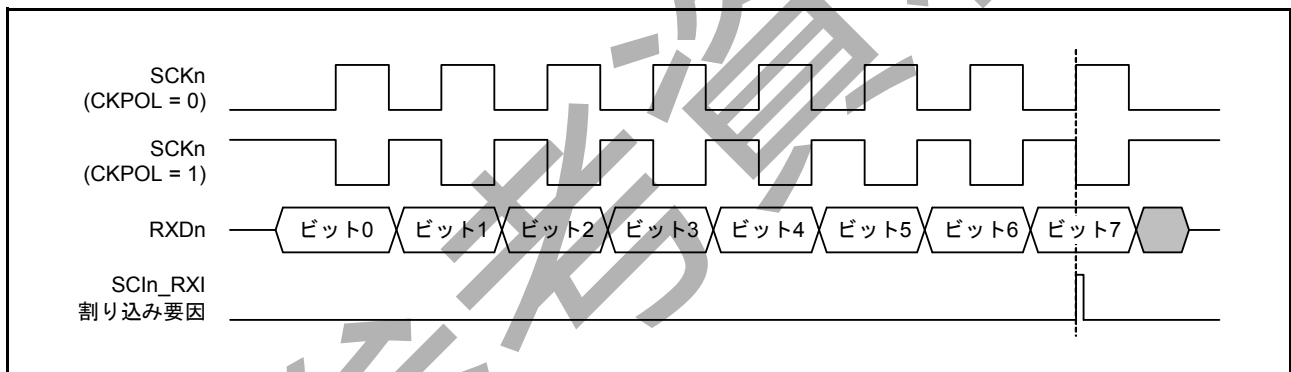

図 25.78 簡易 SPI モード (クロック遅れあり) での SCIn\_RXI 割り込み発生タイミング
- 「クロック遅れあり」の設定 (SPMR.CKPH ビット = 1) では、図 25.78 に示すように、SCKn 端子の最終クロックエッジ手前のクロックエッジで受信データフル割り込み (SCIn\_RXI) が発生します。このとき、SCR.TE ビットと SCR.RE ビットを SCKn 端子の最終クロックエッジより前に 0 にすると、SCKn 端子出力がハイインピーダンスとなり、送受信クロックの最後のクロックパルス幅が短くなります。また、SCIn\_RXI 割り込みの発生によって、SCKn 端子の最終クロックエッジより前に接続先スレーブの SSn 端子入力信号が High になった場合、スレーブが誤動作する可能性があります。